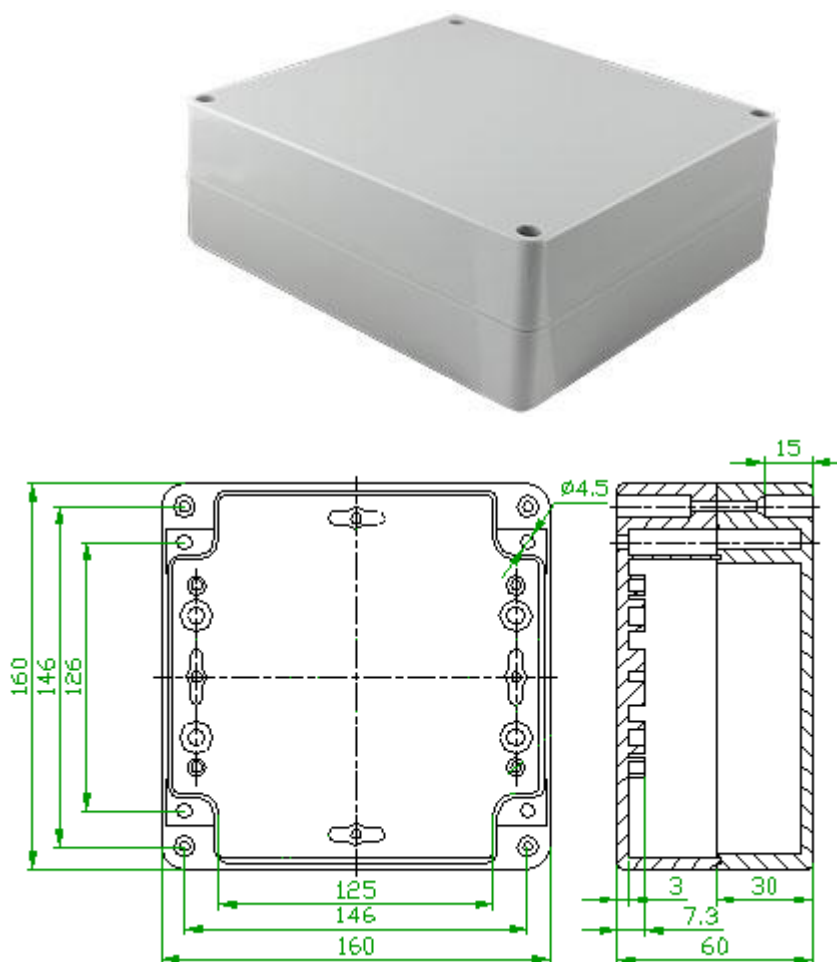

Рис.3.4.
3.8. Внешний вид и основные размеры корпуса **БПОС101-хМ** приведены на рис.3.4.